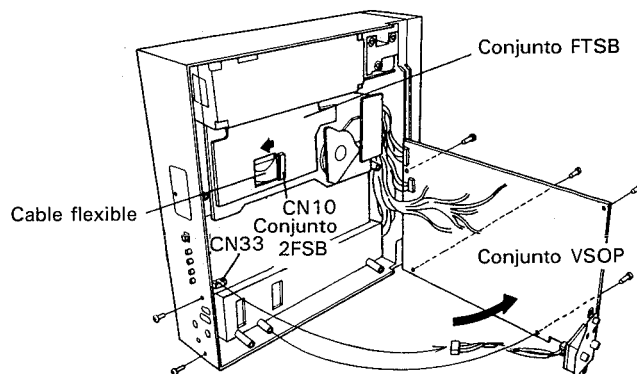

Fig. 3
4. Coloque la unidad de lado con el transformador en la parte inferior. Afloje los cuatro tornillos del conjunto VSOP y los dos tornillos del panel posterior. Abra el conjunto VSOP y desconecte CN33 del conjunto 2FSB. (Fig. 3)
Coloque el tocadiscos de lado tal como se muestra en la Fig. 3. La rejilla puede ajustarse insertando un destornillador pequeño por el espacio entre el conjunto mecánico y el conjunto 2FSB. (Figs. 9 y 10)